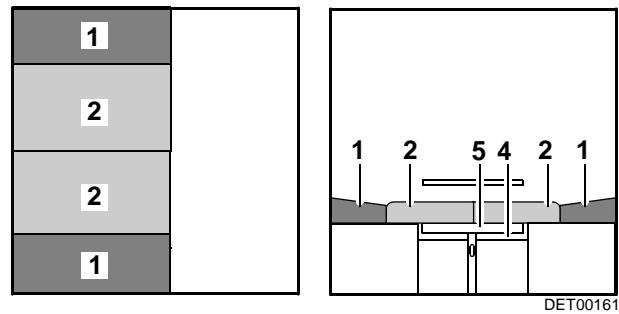

Fig. 59 Después de la transformación
- Tirar de los cojines del asiento (Fig. 59,2) hacia el centro.
- Colocar los cojines del respaldo (Fig. 59,1) entre los cojines del asiento y la pared.